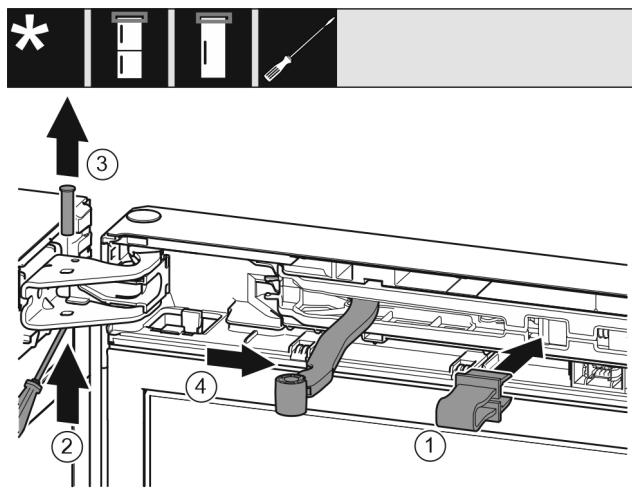

Fig. 11
- Sicherung in Öffnung einrasten. Fig. 11 (1)
- Bolzen mit Schraubendreher herausschieben. Fig. 11 (2)
- Bolzen nach oben herausnehmen. Fig. 11 (3)
- Gelenk in Richtung Tür drehen. Fig. 11 (4)